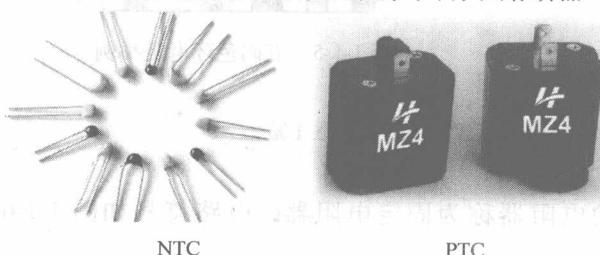

图 1-1-9 热敏电阻器
1) 热敏电阻器：阻值随温度的变化而变化的电阻器，若阻值随温度的升高而减小，称负温度系数热敏电阻器（NTC）；若阻值随温度的升高而增大，称正温度系数热敏电阻器（PTC），如图 1-1-9 所示。